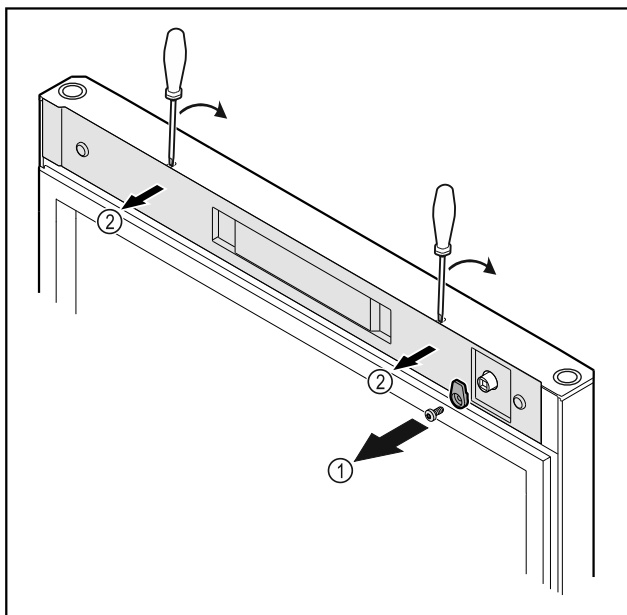

Fig. 21
- Noskrūvējiet slēgšanas āķi Fig. 21 (1).
- Atbrīvojiet un noņemiet pārsegu Fig. 21 (2) ar mazu skrūvgriezi.